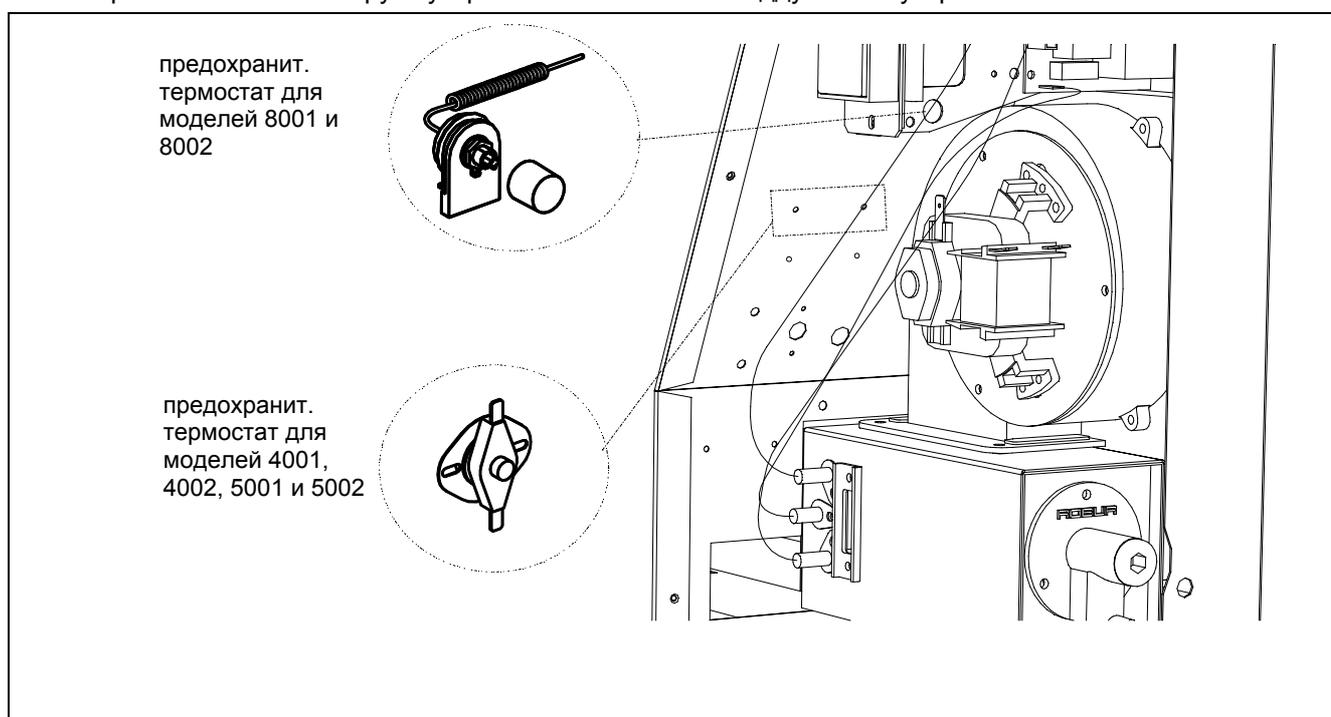
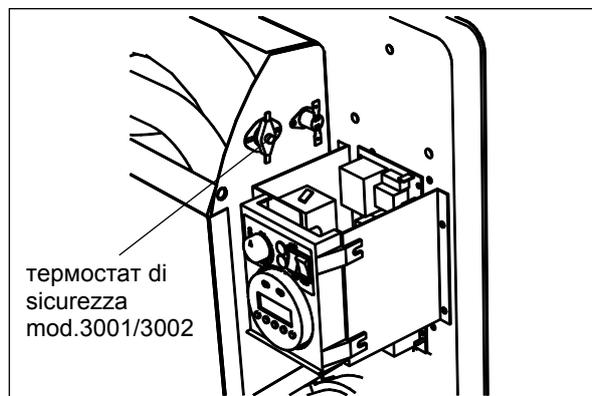

Рисунок 35 – РАСПОЛОЖЕНИЕ КНОПКИ СБРОСА ПРЕДОХРАНИТ. ТЕРМОСТАТА В МОДЕЛЯХ 4001, 4002, 5001, 5002, 8001 и 8002
Рисунок 36 – ПОЛОЖЕНИЕ КНОПКИ СБРОСА ПРЕДОХРАНИТ. ТЕРМОСТАТА МОД. 3001 и 3002
3. **Перегрев:** если во время работы вентилятор останавливается или возникает препятствие в верхнем выходе горячего воздуха, срабатывает предохранительный термостат, который снимает питание с электроклапана, что приводит к прекращению подачи газа на горелку. Для сброса подождать около 10 минут, чтобы температура снизилась, **снять напряжение**, снять кожух и сбросить устройство с помощью кнопки сброса, расположенной на предохранительном термостате внутри установки (Рисунок 35 и Рисунок 36). Если сбой повторяется в течение короткого времени, необходимо вмешательство тех. специалиста.